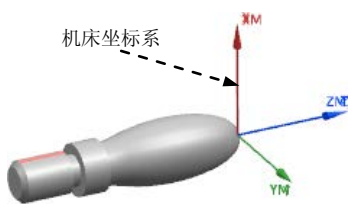

图 4.3 创建机床坐标系
Step2. 单击“CSYS”对话框  区域中的“操控器”按钮，系统弹出“点”对话框；在“点”对话框的 X 文本框中输入 90，按 Enter 键。单击“点”对话框中的  确定 按钮，此时系统返回到“CSYS”对话框；单击“CSYS”对话框的  确定 按钮，此时系统返回至“MCS 主轴”对话框，完成图 4.3 所示的机床坐标系的创建。